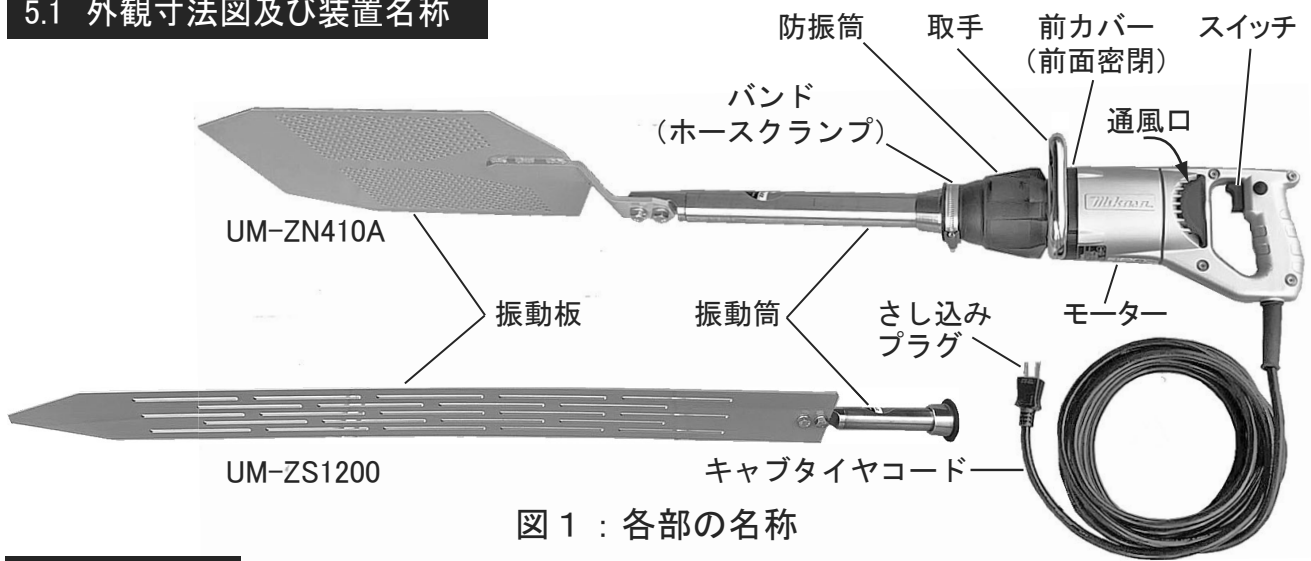

図 1 : 各部の名称
- スイッチが入っていることを知らずにさし込みプラグを電源に接続すると不意に起動し思わぬ事故のもとになります。スイッチはスイッチ引金(P6 図1参照)を引くと入り(ON)、離すと切れます(OFF)。
- 通風口が塞がれると、モーターは加熱し焼損する恐れがあります。(P6 図1参照)